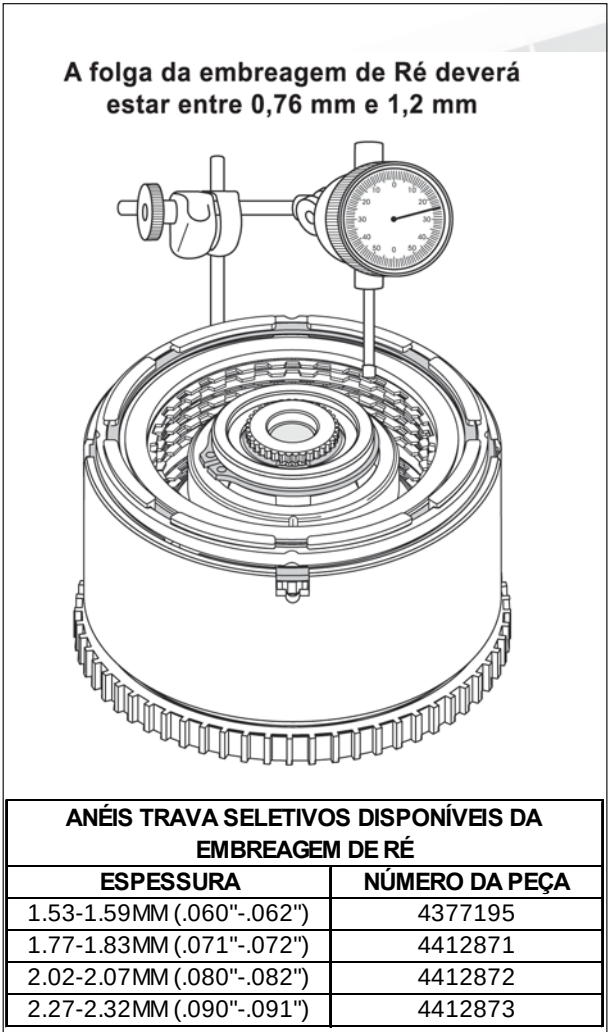

Figura 193
- 44. Instale um relógio indicador na carcaça da embreagem de entrada e zere o relógio indicador contra o dente do disco revestido da embreagem de Ré, conforme mostra a figura 193.
- 46. A folga especificada para a embreagem de Ré deve ser de 0,76 a 1,24 mm (Veja figura 193)
- 47. Substitua o anel trava seletivo conforme necessário para obter a folga especificada utilizando a tabela da figura 193.